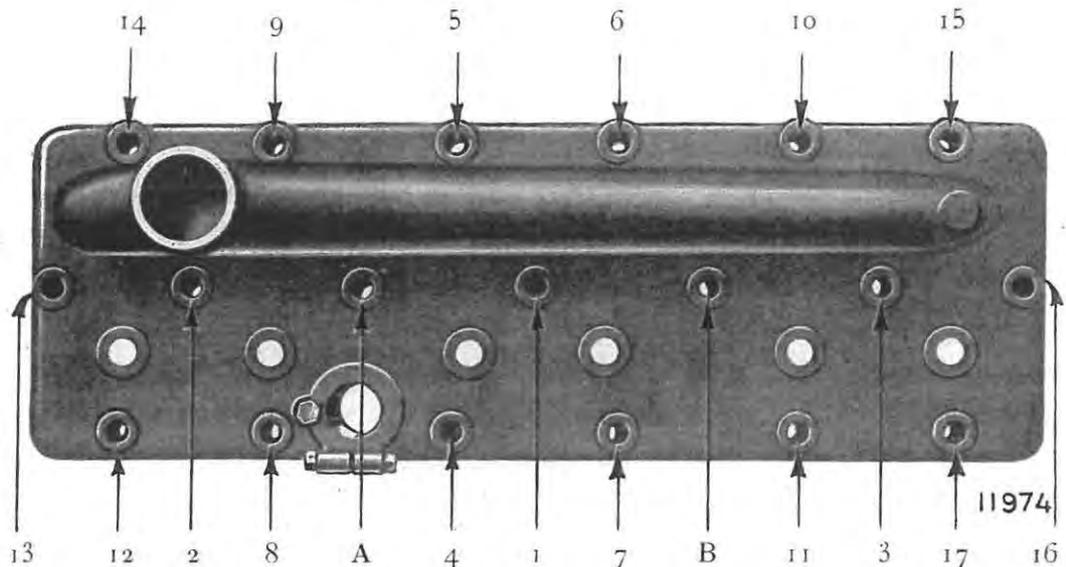

Fig. 34. — Remontage de la culasse.
14. Remonter la culasse (*Fig 34*).